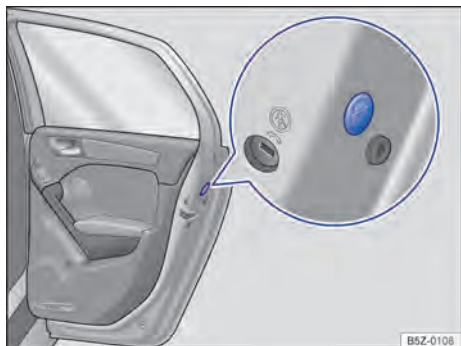

Fig. 160 Na porta traseira: travamento de emergência, coberto por uma vedação de borracha.
- Remover a vedação de borracha na lateral da porta. A vedação está identificada por um cadeado ⓘ → Fig. 160.
- Inserir a haste da chave na fenda → Fig. 160 e girar no sentido horário (para fora do veículo) até o batente.